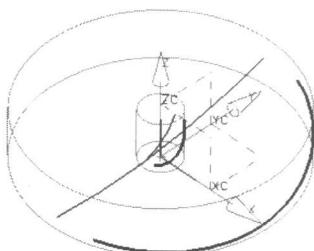

图1-12
4. 使用【投影曲线】功能，将绘制的曲线以 xc 轴作为投影的方向，投影到体的面上，结果如图 1-12 所示。